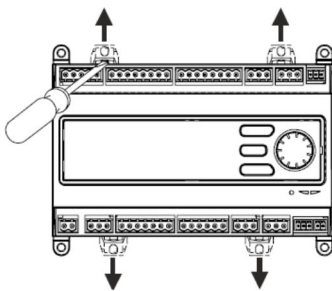

Abb. 11: Regler demontieren
6. ➤ Regler von der Hutschiene lösen und entfernen. Dazu müssen auf beiden Längsseiten je 2 Laschen nach aussen gezogen werden (siehe Abb. 11).